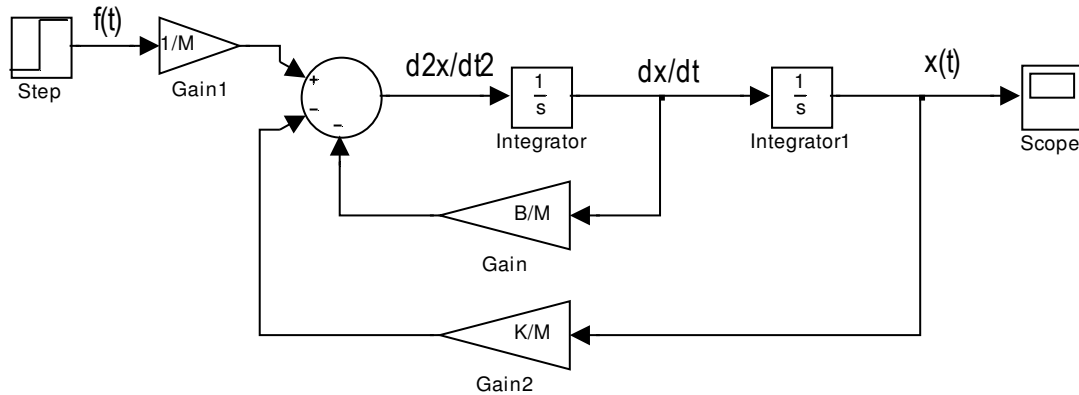

Figura 7.14.- Diagrama de simulación completo para el sistema masa-resorte-amortiguador.
4) **Conexión de una señal de entrada y un bloque de visualización para la salida.** Para generar una señal de entrada  $f(t)$  en este ejemplo se usará una señal escalón unitario y se visualizará la salida mediante un bloque 'Scope'. El diagrama completo queda finalmente como se muestra en la figura 7.14.